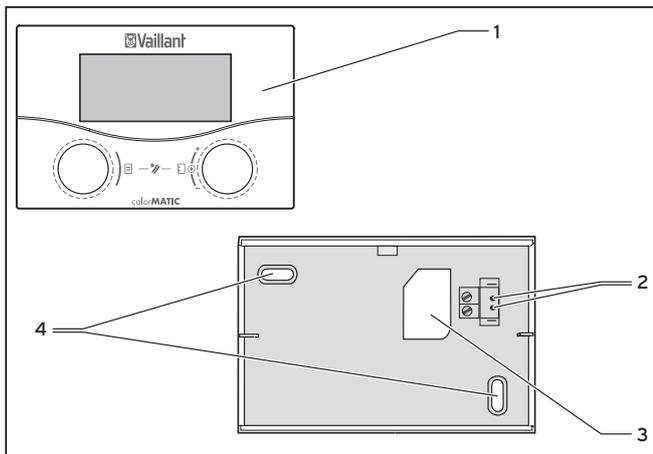

Abb. 4.4 Montage als Fernbediengerät
- Bringen Sie zwei Befestigungsbohrungen (3) für den Wandsockel VR 55 mit Durchmesser 6 mm an (→ Abb. 4.4).
- Führen Sie das Anschlusskabel durch die Kabeldurchführung (3).